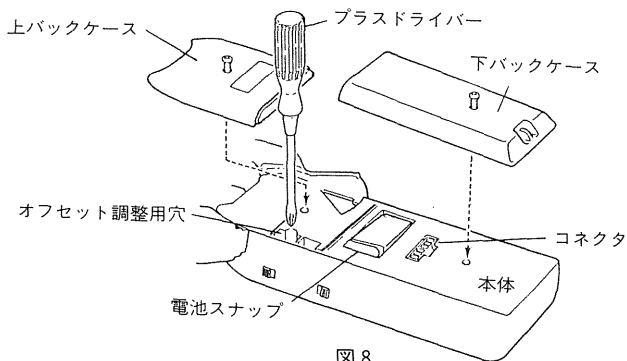

図8
- 図8のオフセット調整用穴にプラスドライバーを差し込み、表示がほぼ0.00Aになるように調整してください。(±2.40A以内であればZERO.ADJスイッチが動作可能ですので完全に0.00Aにならなくても可能です)